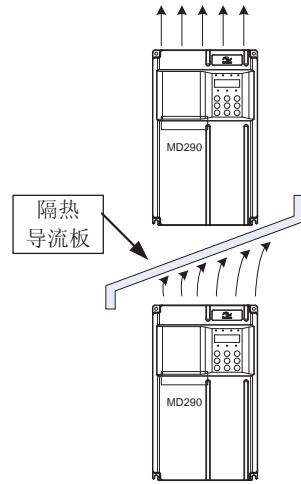

图 3-2 隔热导流板安装示意图上下安装图
- 2) 请向上垂直安装变频器, 便于热量向上散发。若柜内有多台变频器时, 请并排安装。在需上下安装的场合, 请参考图 3-2, 安装隔热导流板。